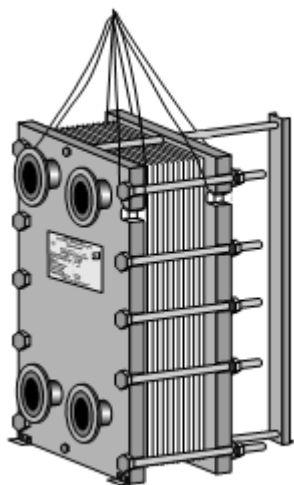

Рис. 8
- установить теплообменник на место монтажа в соответствии с проектной документацией. При подъеме теплообменник зачалить за специальные проушины в плитах (рис. 8), в некоторых случаях могут быть сквозные отверстия. Категорически запрещается поднимать теплообменник за элементы рамы: стойку, направляющие, шпильки и т.д.